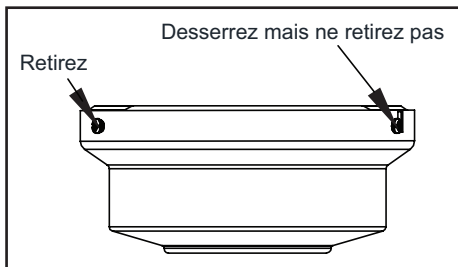

Figure 6
2. Retirez la traverse de la monture en desserrant les quatre vis sur le dessus de la monture. Retirez les deux vis sans empreinte fendue et desserrez les vis à empreinte fendue. Cette étape permettra de retirer la traverse. (Figure 6)